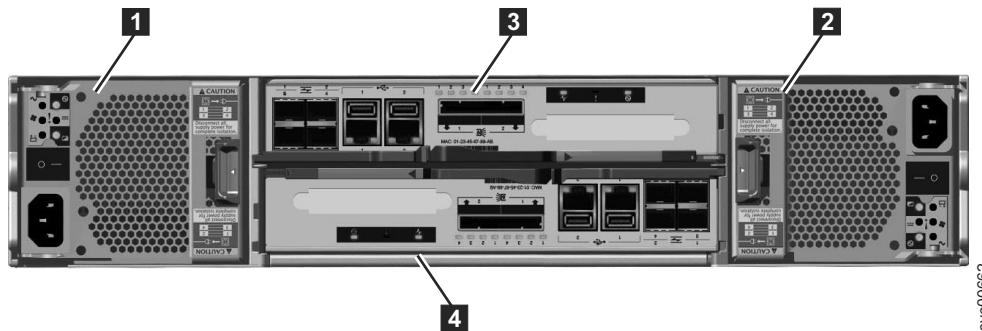

Figure 3. Vue arrière d'un boîtier d'extension de modèle 2076-112 ou 2076-124
La figure 3 affiche la vue arrière d'un boîtier de commande et identifie l'emplacement des unités d'alimentation et des cartouches.
- Deux cartouches sont hébergées au milieu de chaque boîtier. Chaque cartouche est appelée cartouche de noeud. La cartouche supérieure (voir figure 3) est libellée **3** et la cartouche inférieure est libellée **4**. La partie supérieure de la cartouche **3** est placée vers le haut et la partie inférieure **4** est placée vers le bas.